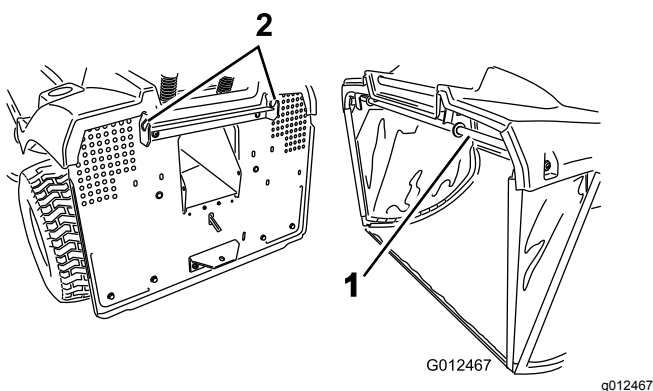

Figure 40
1. Accrochez la barre de support supérieure aux 2 crans du support à l'arrière de la machine (Figure 40).